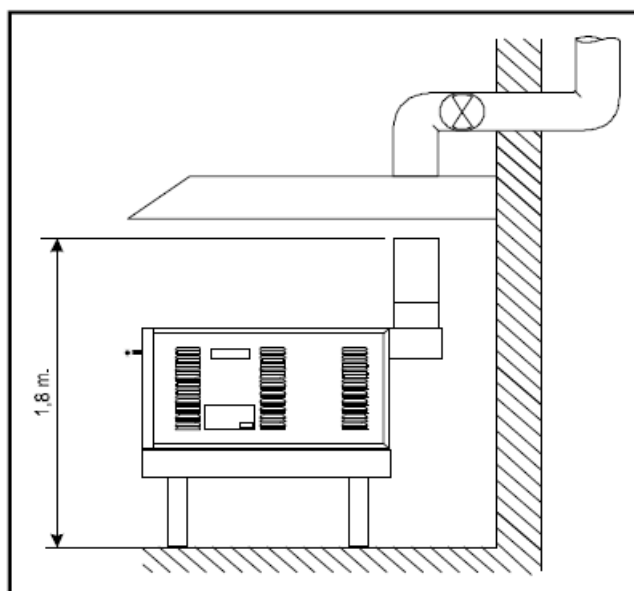

Рисунок 13 – Принудительный дымоотвод с вытяжным козырьком
3) Принудительный дымоотвод с вытяжным козырьком (рисунок 13)